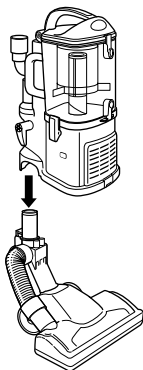

Fig. 7
- 2 Alignez le tuyau de l'embout de plancher au tuyau du chariot amovible et abaissez jusqu'à ce que vous entendiez un déclic indiquant que les deux pièces sont en place. **(Fig. 7)**
- 1 Détachez le chariot amovible de l'embout pour plancher. (Voir à la page 24, Fig. 7)